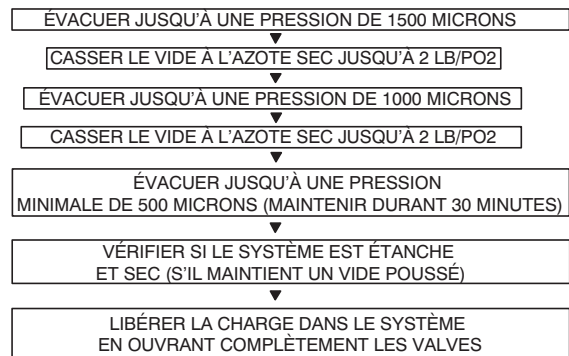

Figure 18 – Méthode d'évacuation triple
Consultez la figure 18 et procédez comme suit :
5. Répétez cette procédure comme indiqué à la figure 18. Le système sera ensuite exempt de contaminants et de vapeur d'eau.